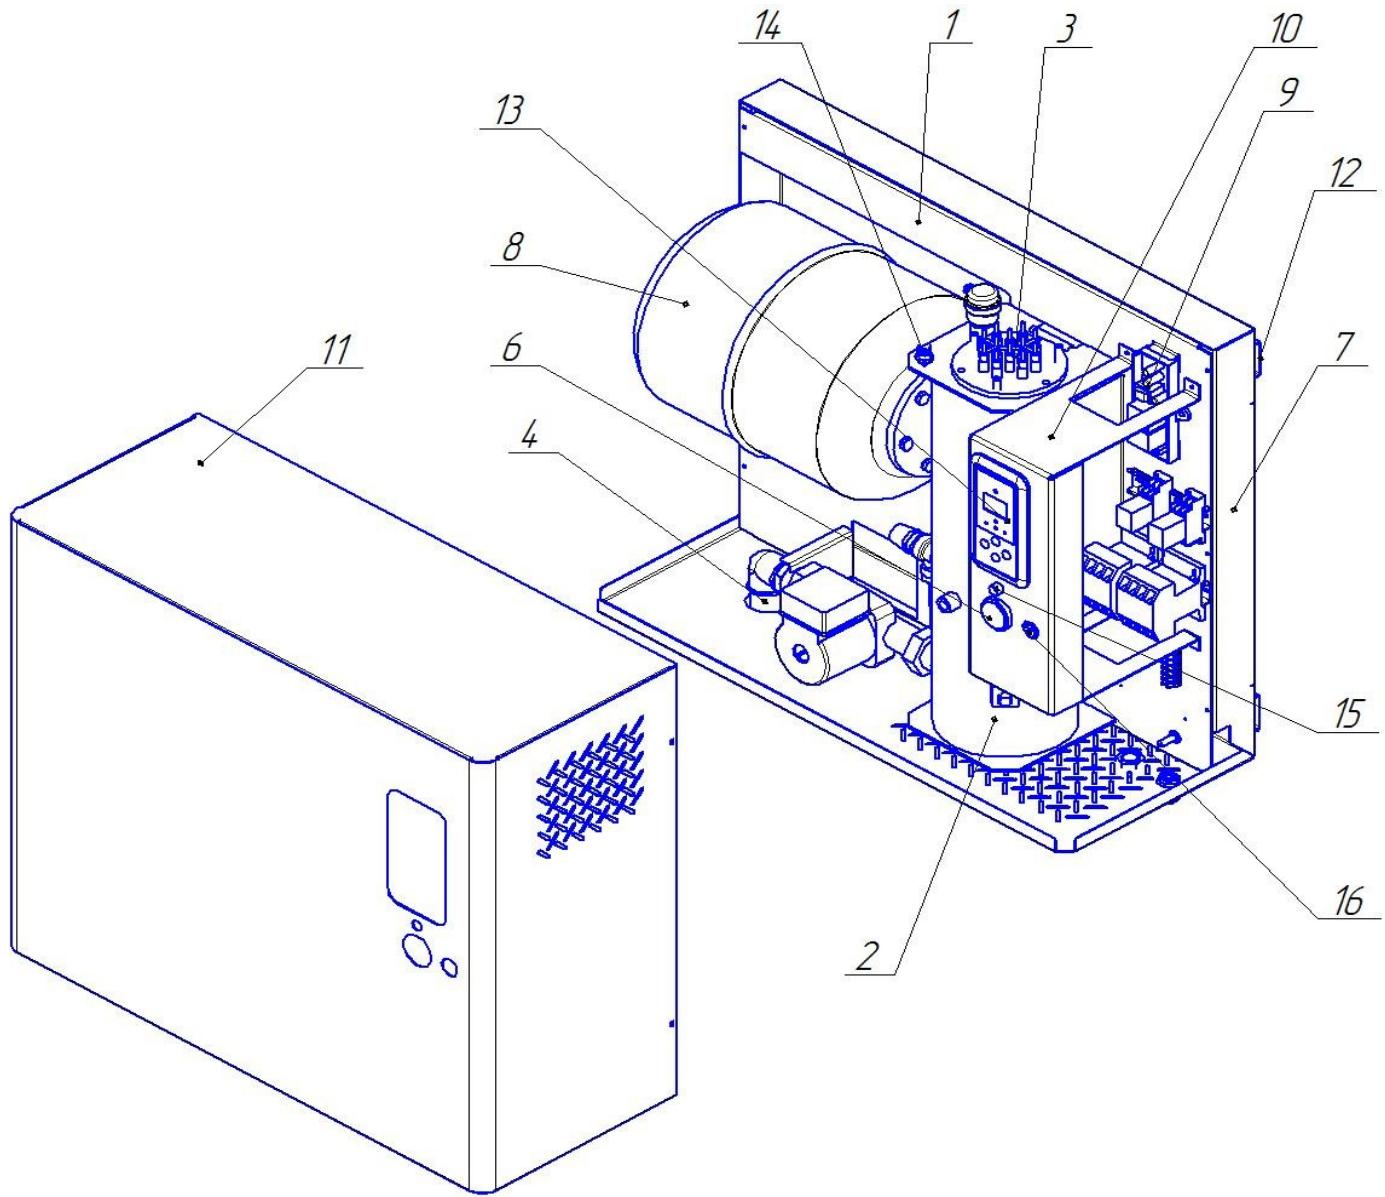
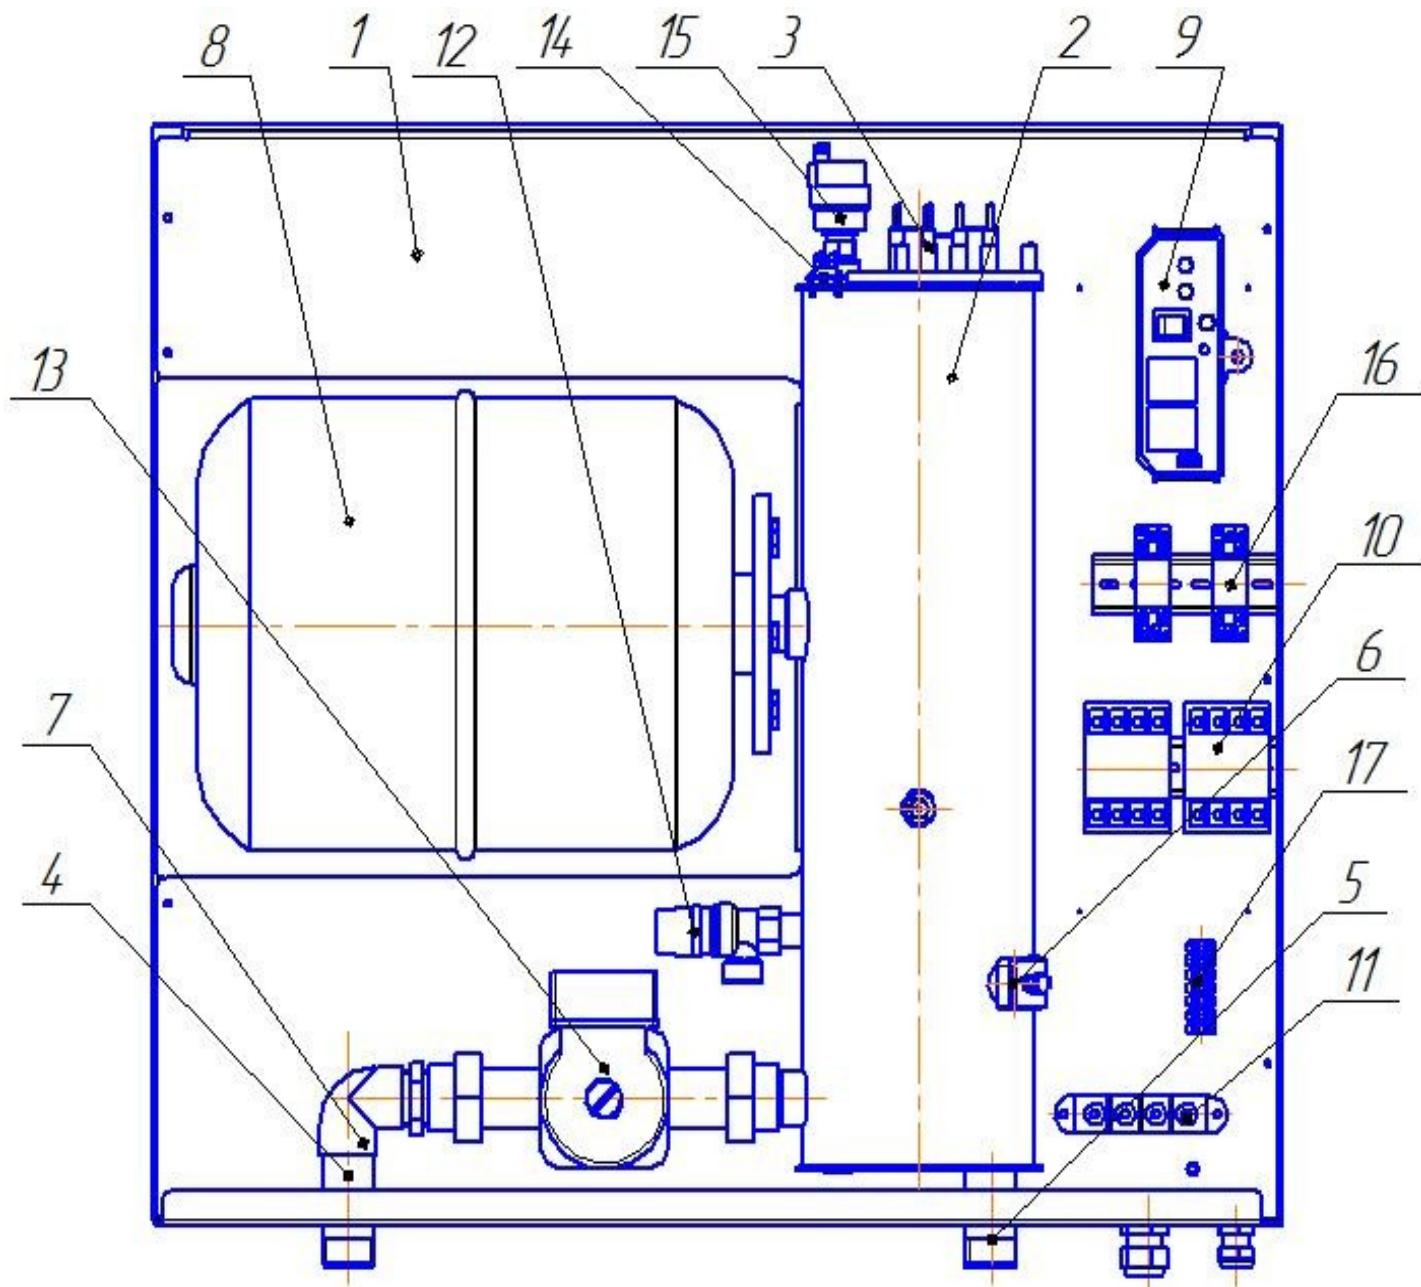

Рис.1 Конструкция электроводонагревателя
Рис. 4 Компоновка котла
Корпус котла (рис.1) состоит из основания 7 и кожуха 11. Через кронштейны 12 ЭВН-К крепится к стене с помощью дюбелей и шурупов. На панели монтажной 1 установлены корпус нагревателя 2 с блок-тэном 3, панель 10, расширительный бак 8.
Входной патрубок 4 и выходной патрубок 5 (рис.4) имеют на концах резьбу 1".
Подробно конструкция котла показана на рис.4. На монтажной панели 1 размещены контакторы 10, которые управляют работой нагревательных элементов блок-ТЭНа 3. При достижении заданной потребителем температуры теплоносителя в ЭВН-К, нагрев прекращается. При остывании теплоносителя на несколько градусов нагрев включается.
Предохранительный клапан 12 (рис.4) предназначен для обеспечения безопасной работы котла. При повышении давления в системе отопления больше 0,3 МПа (3 кгс/см²) клапан срабатывает, производится сброс теплоносителя до понижения давления менее 0,3 МПа.
Электронная панель управления 13 (рис.1) и электрическая плата коммутации 9 (рис.4) управляют работой ЭВН-К в заданном потребителем режиме.
7.5 **Внимание** Необходимо позаботиться об отводе воды в канализацию с аварийного клапана 12 (рис.4). Отводная труба должна быть свободной от закупорок. При эксплуатации котла без данной трубы, вода, которая будет вытекать в результате срабатывания клапана, будет находиться вне системы отопления и может причинить ущерб вашему имуществу или имуществу иных лиц.
8.5 Удалите воздух из корпуса нагревателя 2 (рис.4). Для этого снимите кожух и отверните на полоборота сбросник воздуха 15 (кран Маевского), предварительно подставьте под кран небольшую емкость для вытекшей при этом воды. После того как воздух выйдет со звуком и польется вода, закройте кран.
- 8.14 Сохранение выставленных потребителем значений температуры происходит автоматически по истечении трех секунд после последнего нажатия данных кнопок. Для того, чтобы посмотреть какая рабочая температура нагрева была задана, достаточно вновь нажать на кнопку «+» или «-». Диапазон температур от 25°C до 85°C. Желательно не выставлять максимальную температуру нагрева, так как это может привести к срабатыванию аварийного термостата 14 (рис.4). При этом котел отключится, загорится сигнальная лампочка «Авария» 15 (рис.1). После того как, вода в корпусе нагревателя остынет, котел включится сам автоматически. Частые случаи срабатывания аварийного термостата приведут к быстрому выходу его из строя.
- 9.1 Пульт управления подключить к ЭВН-К (рис.3) через клеммы 17 (рис.4) согласно нанесенной маркировке.
- 9.2 Затем переключите выключатель 16 (рис.1) в положение «дистанционное» управление (кнопка Выкл)